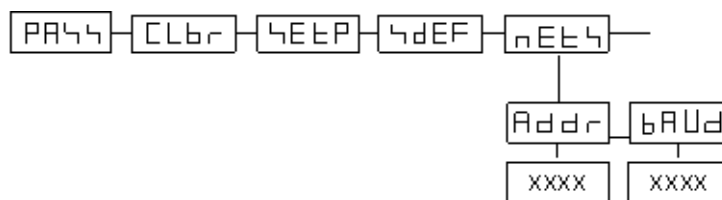

Рисунок 3 – Меню настройки сетевых параметров
3.5.2 Порядок настройки сетевых параметров (см. рисунок 3):